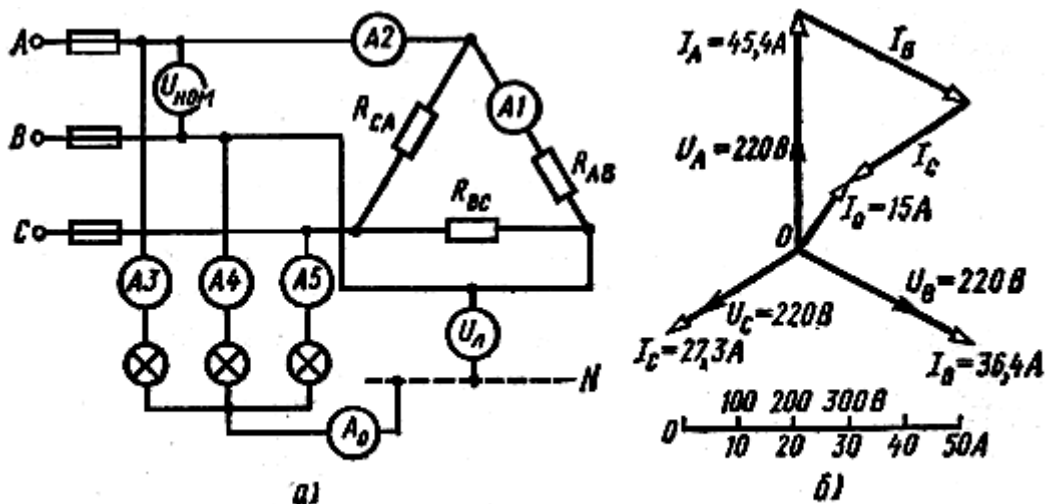

Рис. 10
Пример 10. В трехфазную четырехпроводную сеть включены печь сопротивления, представляющая собой симметричную нагрузку, соединенную треугольником, и несимметричная осветительная нагрузка в виде ламп накаливания, соединенных звездой (рис. 10, а). Мощность каждой фазы печи $P_{п} = 10 \text{ кВт}$. Мощность каждой лампы $P_{л} = 200 \text{ Вт}$; число ламп в фазах $n_A = 50$; $n_B = 40$; $n_C = 30$. Номинальное напряжение сети $U_{ном} = 380 \text{ В}$. Определить показания всех приборов, включенных в схему.
4. Для определения тока в нулевом проводе I_0 начертим в масштабе векторную диаграмму цепи, где включены лампы. Выбираем масштаб для напряжений и токов: 1 см — 100 В; 1 см — 10 А. Затем в принятом масштабе откладываем векторы фазных напряжений U_A , U_B и U_C располагая их под углом 120° друг относительно друга (рис. 10, б). Чередование фаз обычное: за фазой А — фаза В, за фазой В — фаза С. Лампы накаливания являются активной нагрузкой, поэтому ток в каждой фазе совпадает с соответствующим фазным напряжением. В фазе А ток $I_A = 45,4 \text{ А}$, поэтому на диаграмме он выразится вектором, длина которого равна $45,4 : 10 = 4,54 \text{ см}$; длина вектора фазного напряжения U_A составит: $220 : 100 = 2,2 \text{ см}$. Аналогично строим векторы токов и напряжений в остальных фазах. Ток I_0 в нулевом проводе определяется геометрической суммой всех трёх фазных токов. Измеряя длину вектора тока I_0 , которая оказалась равной 1,5 см, получим значение тока в нулевом проводе $I_0 = 15 \text{ А}$. Векторы линейных напряжений на диаграмме не показаны, чтобы не усложнять чертеж.